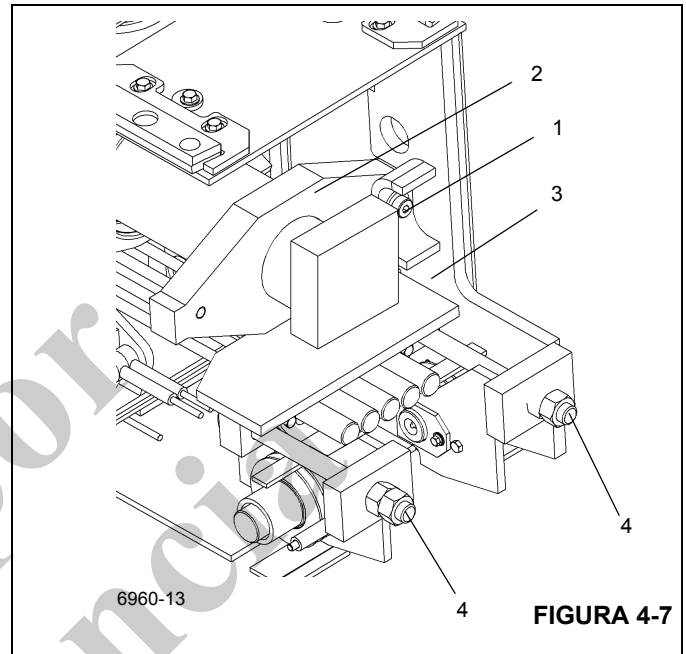

FIGURA 4-7
3. Saque los dos pernos y arandelas (1) que fijan la varilla interior del cilindro (2) a la parte trasera de la sección central interior (3) Figura 4-7.
4. Saque las tuercas (4) de los pernos de ajuste del miembro soldado del carruaje del cable de extensión Figura 4-7.